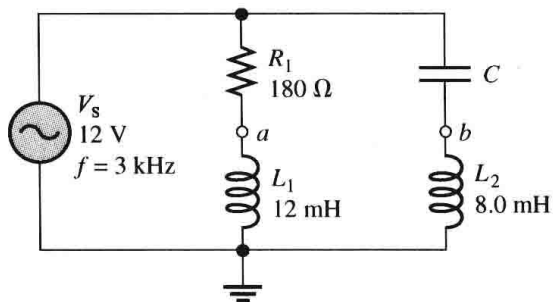

图 13-75
32. 确定图 13-75 中是否存在一个 C 值使得 $V_o = 0\text{V}$ ，如果不存在，请给出解释。
33. 在图 13-75 中如果 C 的值为 $0.22\mu\text{F}$, 试问流过每条支路的电流有多大? 总电流是多少?